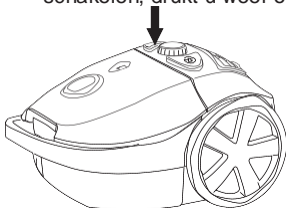

Figuur 5 Markering op het snoer
5. Het snoer heeft een gele en een rode markering, zie figuur 5. Trek het snoer uit tot de gele markering.